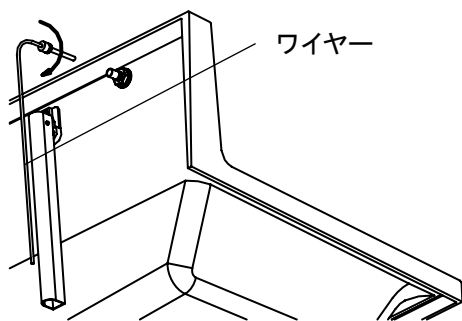

図4-3
③バック排水管のワイヤー先端をポップアップつまみの台座に差し込んだ後、ねじ込んで固定してください。[図4-3]